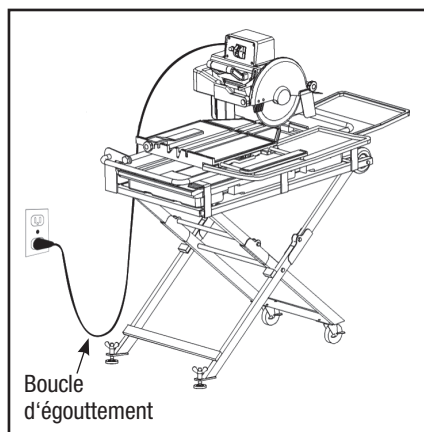

FIGURE 1
A. Pour éviter que la fiche de l'appareil ou que la prise ne soit mouillée, placez la scie d'un côté d'une prise murale afin d'éviter que l'eau ne coule dans la prise ou dans la fiche. L'utilisateur devrait prévoir une «boucle d'égouttement» pour le cordon branchant la scie dans la prise. La «boucle d'égouttement» est la partie du cordon sous le niveau de la prise ou du connecteur si vous utilisez une rallonge qui évite de voir l'eau couler le long du cordon et entrer en contact avec la prise (voir FIGURE 1).